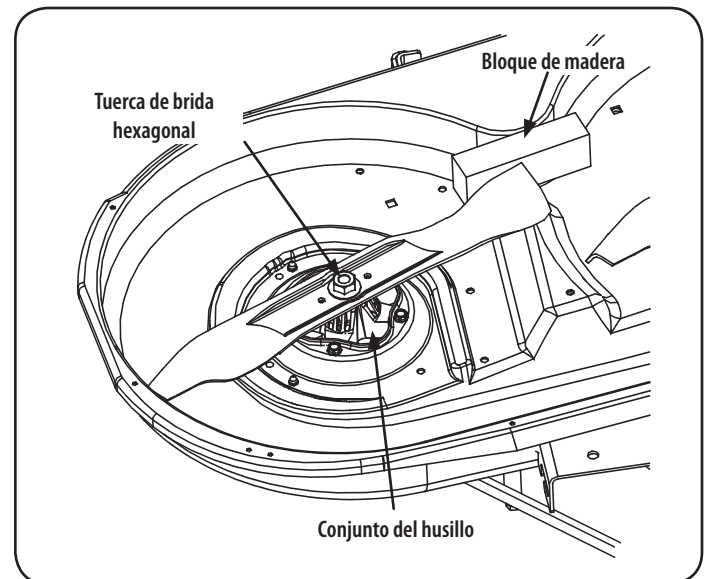

Figura 31
2. Use una llave de $\frac{15}{16}$ " para sostener la tuerca hexagonal en la parte superior del conjunto del husillo cuando afloje la tuerca hexagonal que fija la cuchilla. Se puede colocar un bloque de madera entre el alojamiento de la plataforma y el borde de corte de la cuchilla para ayudar a aflojar la tuerca hexagonal que fija la cuchilla. Vea la Figura 31.